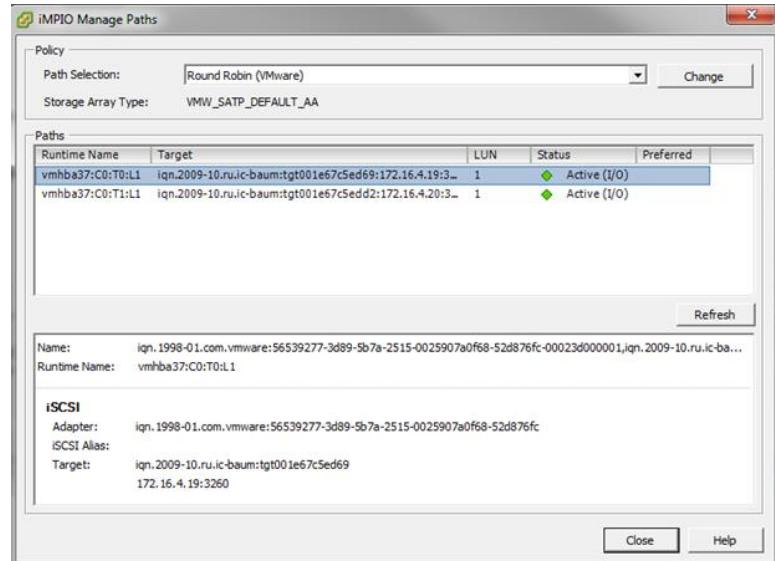
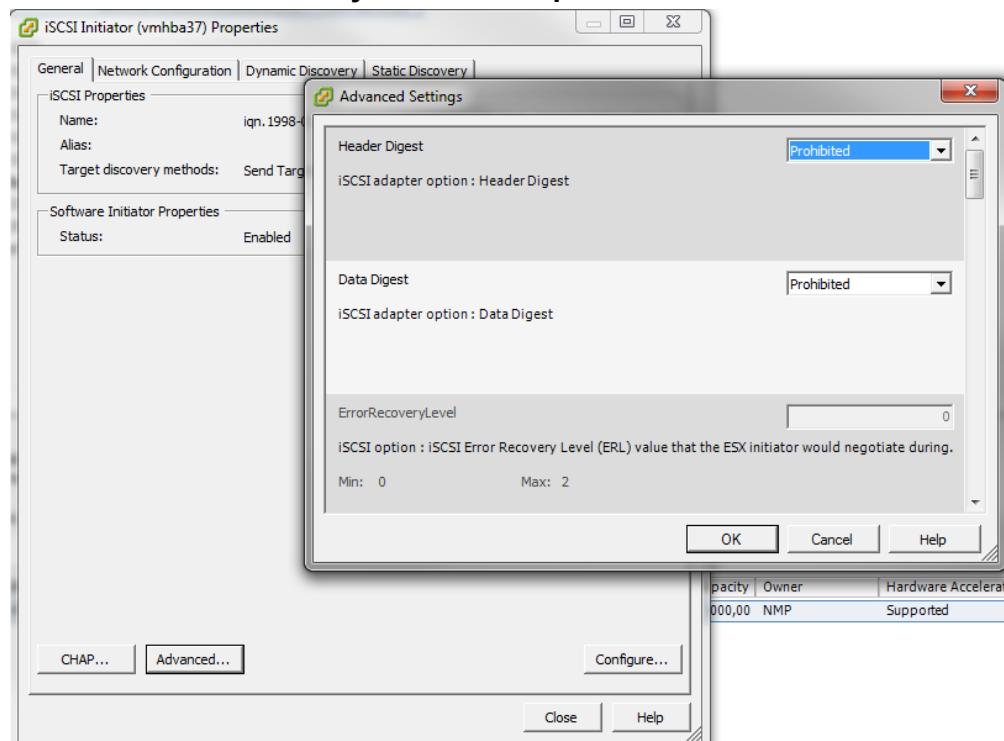

Рисунок 75 - Настройка MPIO
Рисунок 76 - Рекомендуемые параметры
3) Выполнить настройку MPIO (см. Рисунок 75). Рекомендованные настройки указаны на рисунке ниже (см. Рисунок 76)